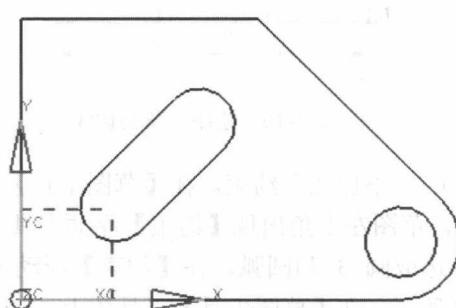

图 1-17 建模界面下的草图
(10) 完成草图。在【草图工具】工具条中选择 C (完成草图) 按钮, 系统回到建模界面。截面图形如图 1-17 所示。